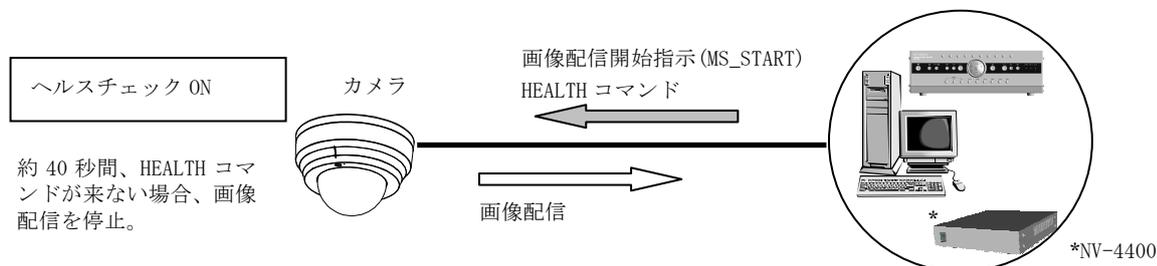

図 9-5 ヘルスチェック ON
- (1) ネットワークカメラは、図 9-5に示す様に配信開始コマンド(MS\_START)を受信すると、画像配信を開始します。
- (2) 以降、ネットワークカメラは HEALTH (ヘルス) コマンドを受信している間、画像配信を続けます。
- (3) ネットワークカメラは HEALTH コマンドが約 40 秒間送信されてこないと、画像配信を停止します。